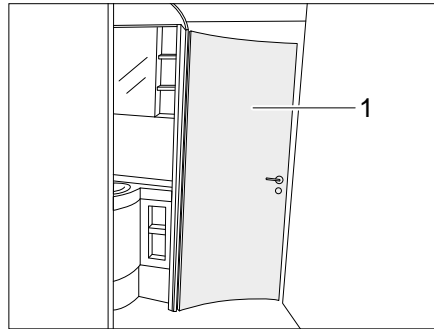

Bild 222 Raumbad
Die Tür des Toilettenbereichs (Bild 222,1) lässt sich je nach Ausstattung in 1-3 verschiedenen Öffnungsweiten zu einem Raumbad arretieren. Je nach gewählter Öffnungsweite werden verschiedene Raumteile miteinander verbunden.
- ▷ Die Tür des Toilettenbereichs (Bild 222,1) darf während der Fahrt nicht als Raumtrenner verwendet werden.